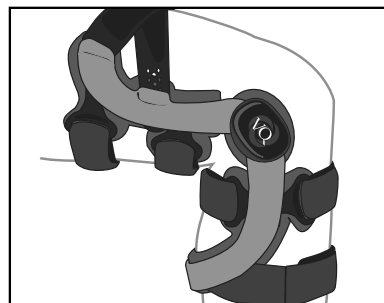

Figure 2
- Alignez les centres des charnières avec le haut de la rotule et positionnez-les légèrement derrière le milieu de la jambe. (voir figure 2).